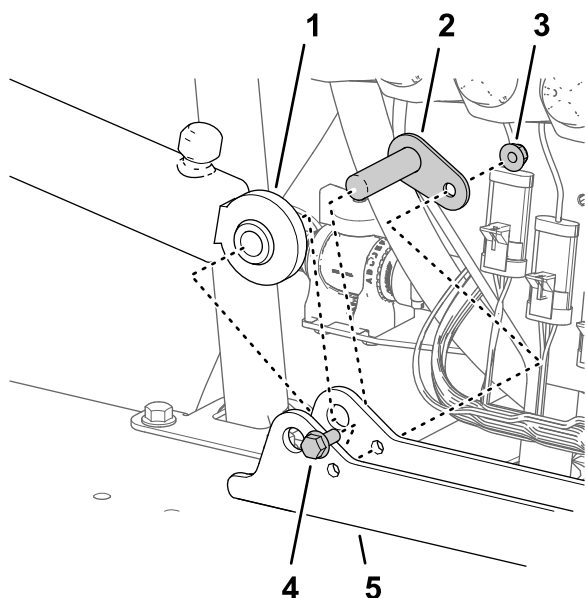

Рисунок 117
1. Совместите неподвижный конец подъемного цилиндра, снятого при выполнении пункта 3 раздела Демонтаж подъемных цилиндров \(страница 25\), с отверстием диаметром 16 мм (5/8 дюйма) в креплении цилиндра (Рисунок 117).
2. Установите цилиндр на крепление цилиндра при помощи оси поворота, болта с фланцевой головкой и фланцевой гайки (Рисунок 117).